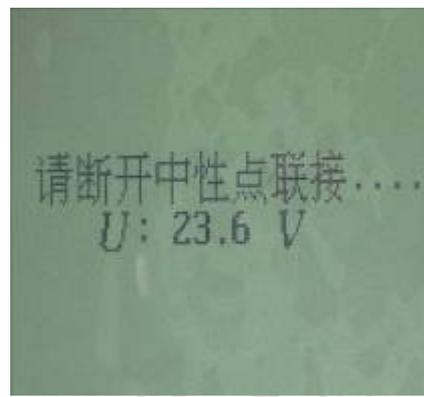

图 13 测量完毕
6、大约只需要 30 秒钟，仪器发出“嘟”的长音后，表示测量完毕。立即将绝缘杆脱离与中性点的接触；出现图 13 的内容，电压在迅速下降；
7、当图 13 中电压下降到 1.5V 以下时，显示图 14 的测量结果。